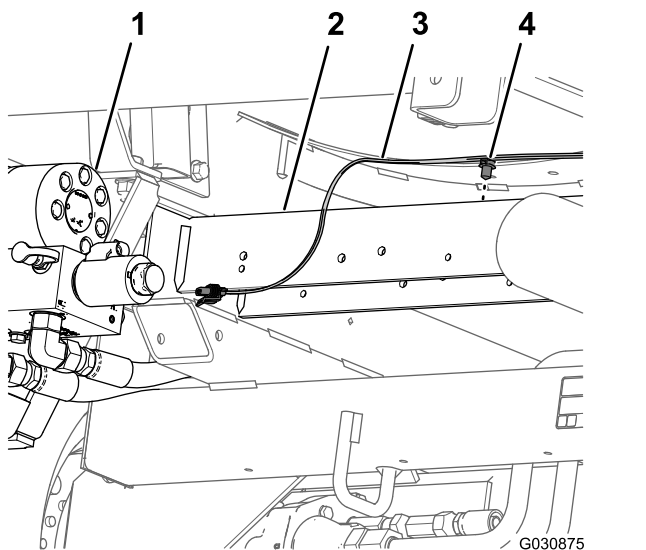

图 28
7. 拆下将后线束图 28 固定到后十字管液压驱动马达的后部中的孔的压入式紧固件。